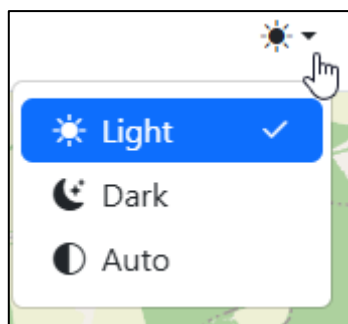

Рисунок 3.12 – Переключатель световой темы на верхней панели ПО «OZZ PRESENTER»
3.2.2.8.1 Переключатель световой темы, расположенный в правом углу верхней панели ПО «OZZ PRESENTER» в соответствии с Рисунок 3.1 поз. 4 позволяет изменять внешний вид страницы, переключаясь между светлой («Light») и темной («Dark») темами (Рисунок 3.12). Также можно включить автоматическое («Auto») переключение тем в соответствии с настроенной на АРМ оператора.